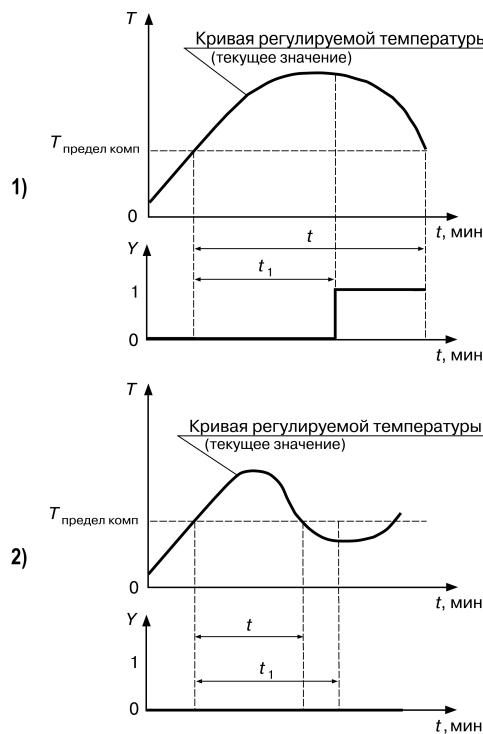

Рисунок 7.21 – Задержка срабатывания компаратора: 1) $t > t_1$, компаратор срабатывает 2) $t < t_1$, компаратор не срабатывает
- если время нахождения регулируемой величины $t > t_1$ (времени задержки срабатывания компаратора), то компаратор срабатывает, рисунок 7.21, 1;
- если время нахождения регулируемой величины $t < t_1$, то компаратор не срабатывает, рисунок 7.21, 2.